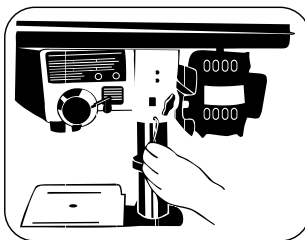

FIGURA 8.6
- Conecte el cable manivela a la cremallera, apriete el tornillo de fijación con la llave tipo Allen (Figura 8.6)
- Apriete los dos conjuntos de tornillos localizados al lado derecho del Conjunto Cabezal, usando la llave Hexagonal (Figura 8.6).